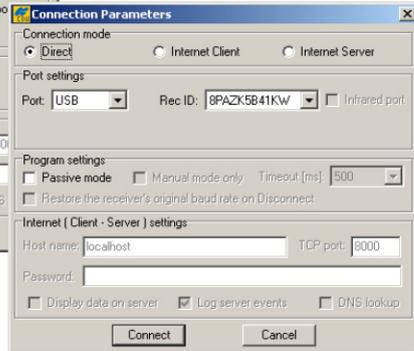

Figura 3-7. Parametri di connessione
4. Nella finestra di dialogo **Connection Parameters**, selezionare i seguenti parametri (Tabella 3-4) e fare clic su **Connect** (Figura 3-7).